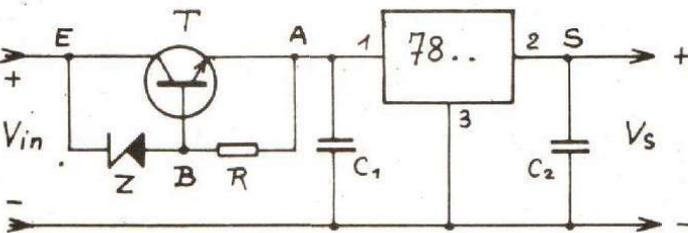

Fig. 7. - Réduction de tension par transistor et zener série.
2. Transistor et zener série (voir fig. 7)
Tant que le débit traversant le montage de la figure 7 est modeste, ce montage convient parfaitement. Cependant, pour les